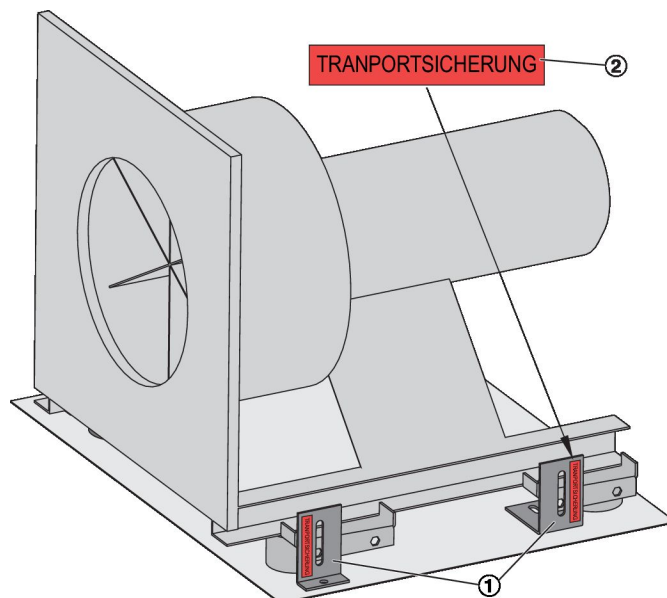

Fig. 11 : Supports de protection pour la manutention
1. ▶ Retirer les supports (Fig. 11 /1) portant un autocollant rouge (Fig. 11 /2).